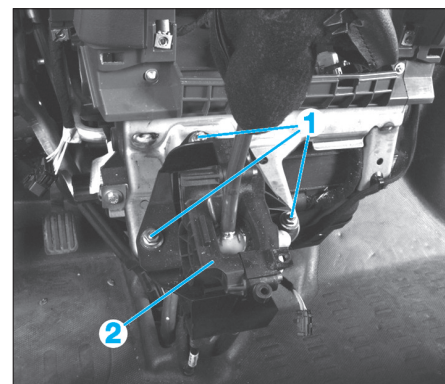

Fig. 26
- Déposer les vis (1) du support de levier (2) de boîte de vitesses (Fig.26)